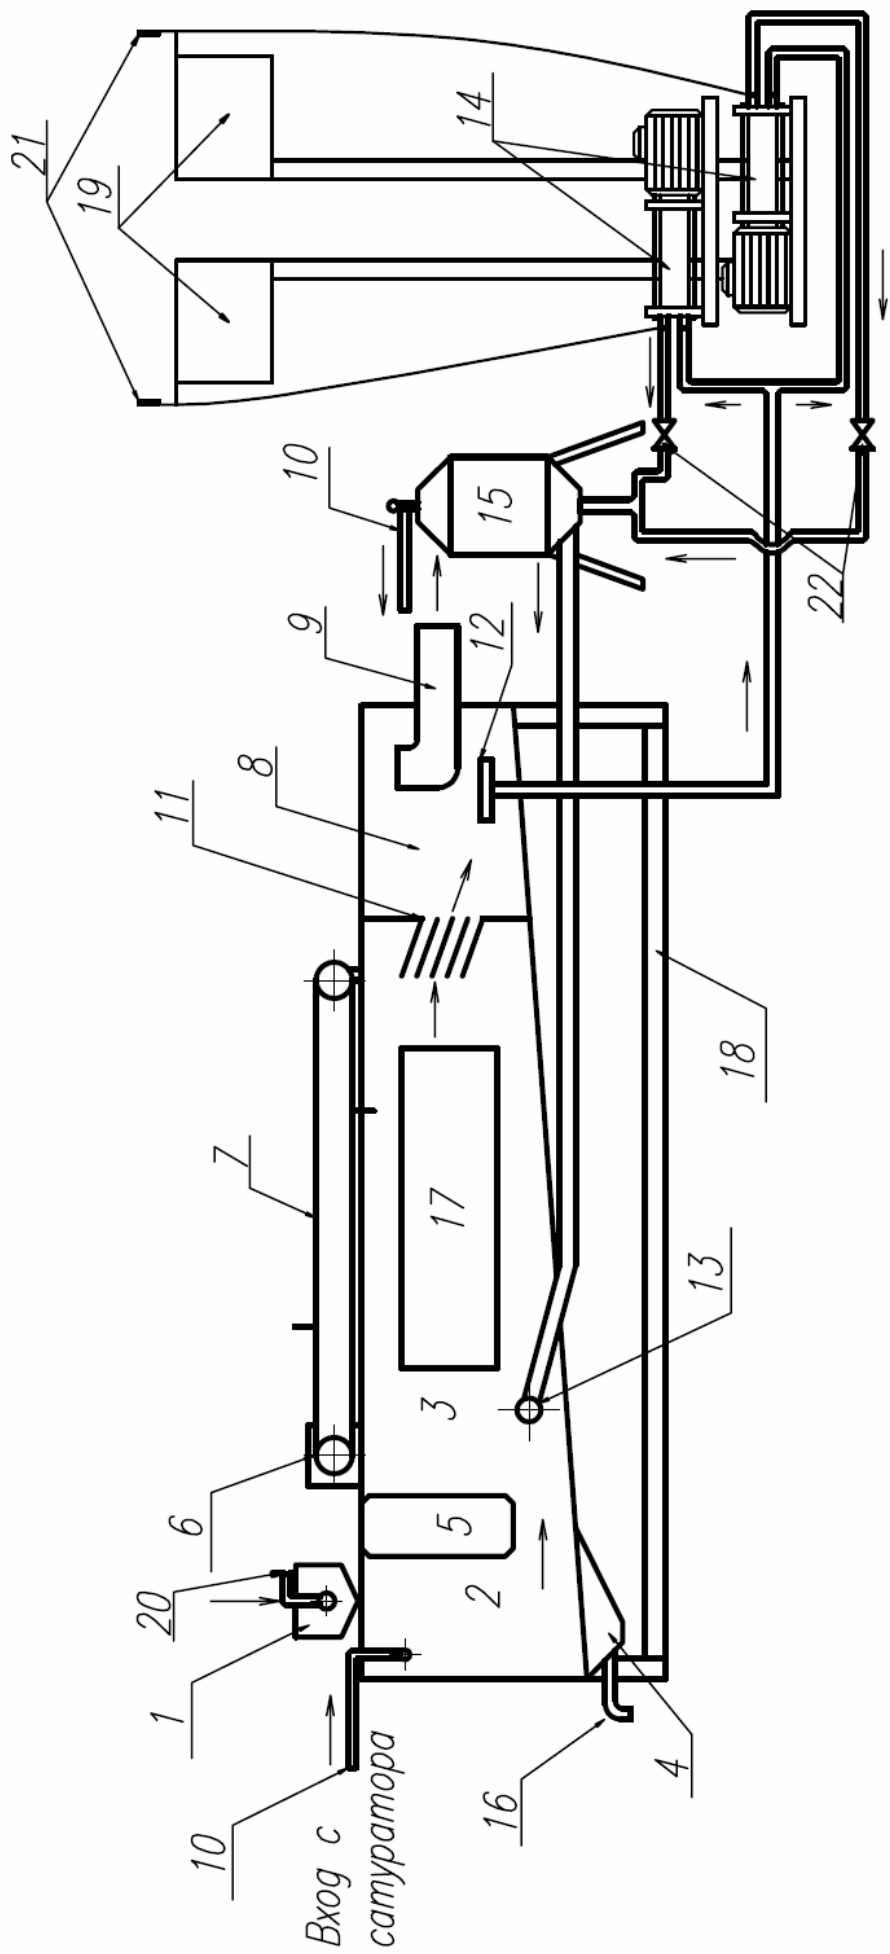

Рисунок 1. Флотатор ФЛГ – 10М
4. Устройство и принцип работы флотатора (см. Рисунок 1)
- 5.5. Подключение насосных агрегатов через пульты управления (19) к сети ~380В должно осуществляться согласно требованиям технической эксплуатации электроустановок потребителем.
6. Подготовка к работе и порядок работы (см. Рисунок 1)